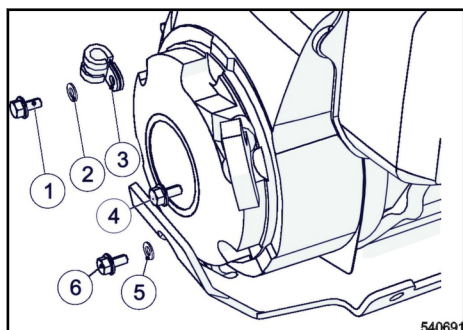

Fig. 56
Inserir o parafuso M6x12 (1) ↪ Fig. 56 com a anilha (2) e a braçadeira (3) no motor de arranque reversível.